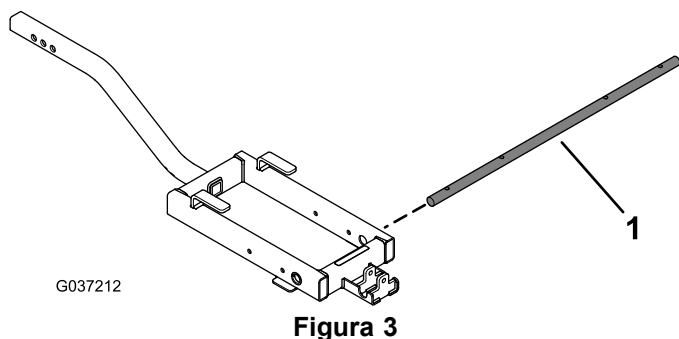

**Figura 2**
1. Instale dois casquilhos de clipe na estrutura de montagem do pulverizador (Figura 2).